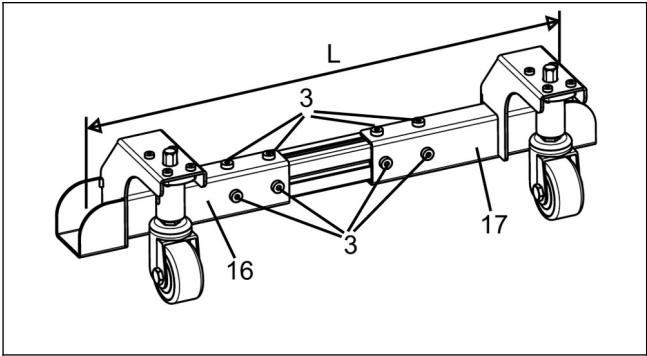

图 20
- 松开所有紧固件“3”，将左托架“16”及右托架“17”向两边滑动相等距离，当图示 L 等于延伸台板支腿间距时，旋紧所有紧固件“3”。（见图 20）